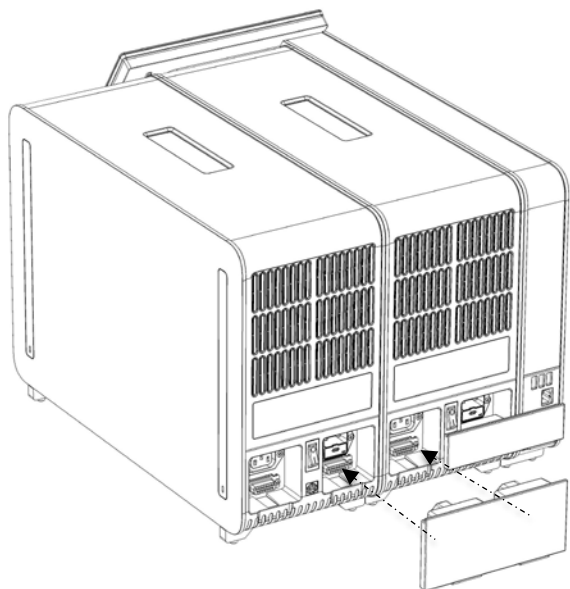

Figura 18. Conexión del puente del módulo analítico/analítico.
6. Conecte el puente del módulo analítico/analítico en la parte posterior del QIAstat-Dx Analyzer 1.0 para enlazar los dos módulos analíticos (figura 18).